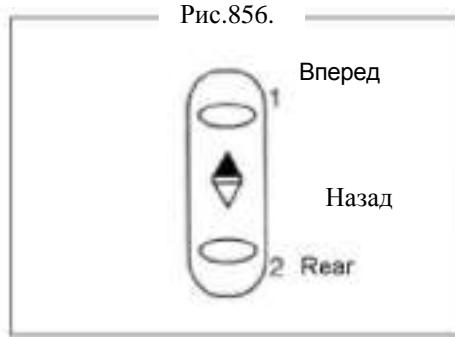

Рис.856.
(1) Поверните переключатель зажигания в ON, затем кратко нажмите кнопку 2, люк начнет сдвигаться до полного открывания. При повторном нажатии в процессе открывания или нажатии кнопки 1 или 2 длительно, люк немедленно останавливается (рис.856).
(2) Поверните переключатель зажигания в ON, затем длительно нажмите кнопку 2, люк начнет сдвигаться до полного открывания. При отпускании кнопки 2 в процессе открывания, люк немедленно останавливается.